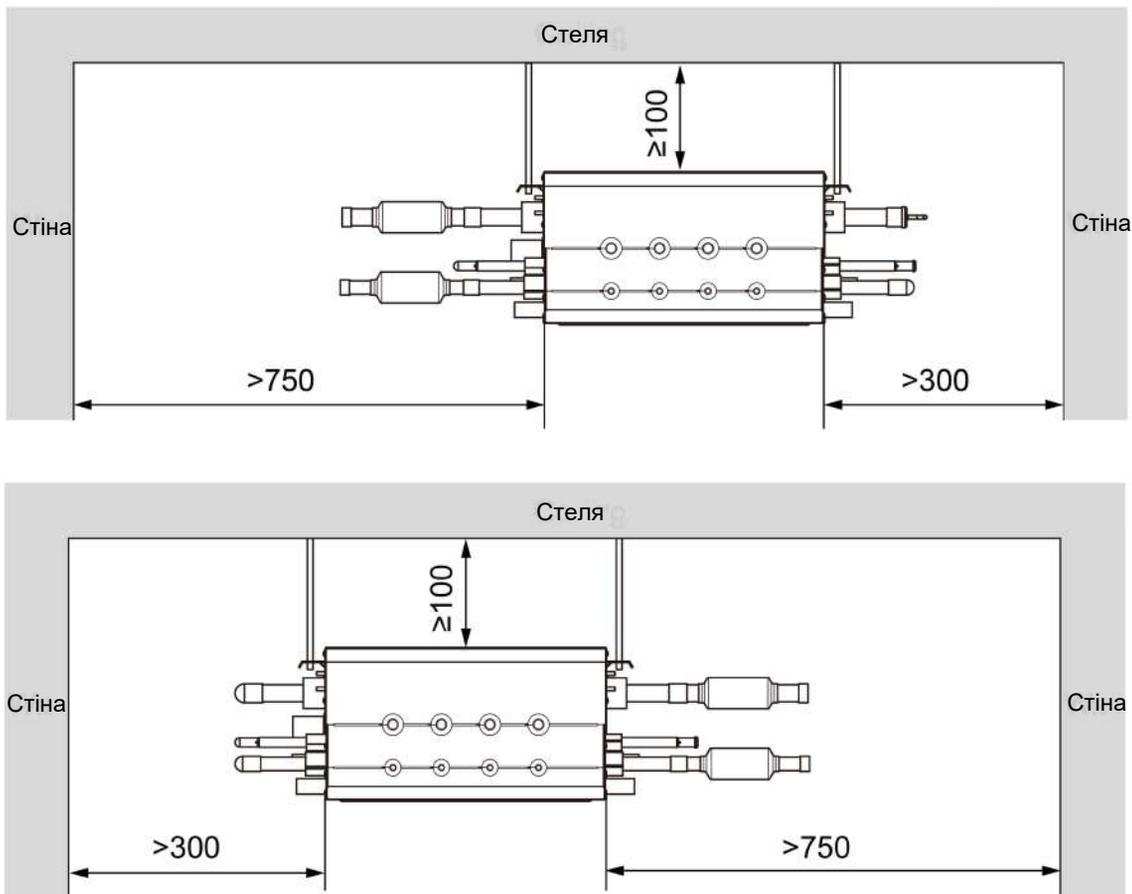

Рис.3.2.1
- (1) Переконайтеся, що підвіска витримує вагу пристрою.
- (2) Що воду можна зручно зливати через дренажний шланг.
- (3) Що немає перешкод на виході та вході повітря. Підтримуйте вентиляцію в належному стані.
- (4) Під'єднайте ліву або праву сторону блоку зміни режиму до зовнішнього блоку відповідно до місця монтажу, як показано на рис. 3.2.1. Необхідно забезпечити простір для обслуговування пристрою.
- (5) Тримайте пристрій подалі від джерел тепла, легкозаймистих газів і смогу.
- (6) Прилад касетного типу (прихованого типу).
- (7) Внутрішній блок, зовнішній блок, кабель живлення блоку зміни режиму і з'єднувальний кабель повинні розташовуватися на відстані 1 м від телевізора та радіо для запобігання графічним перешкодам і шумам. (Навіть якщо відстань становить 1 м і більше, сильна електрична хвиля все ще може створити шум та перешкоди).